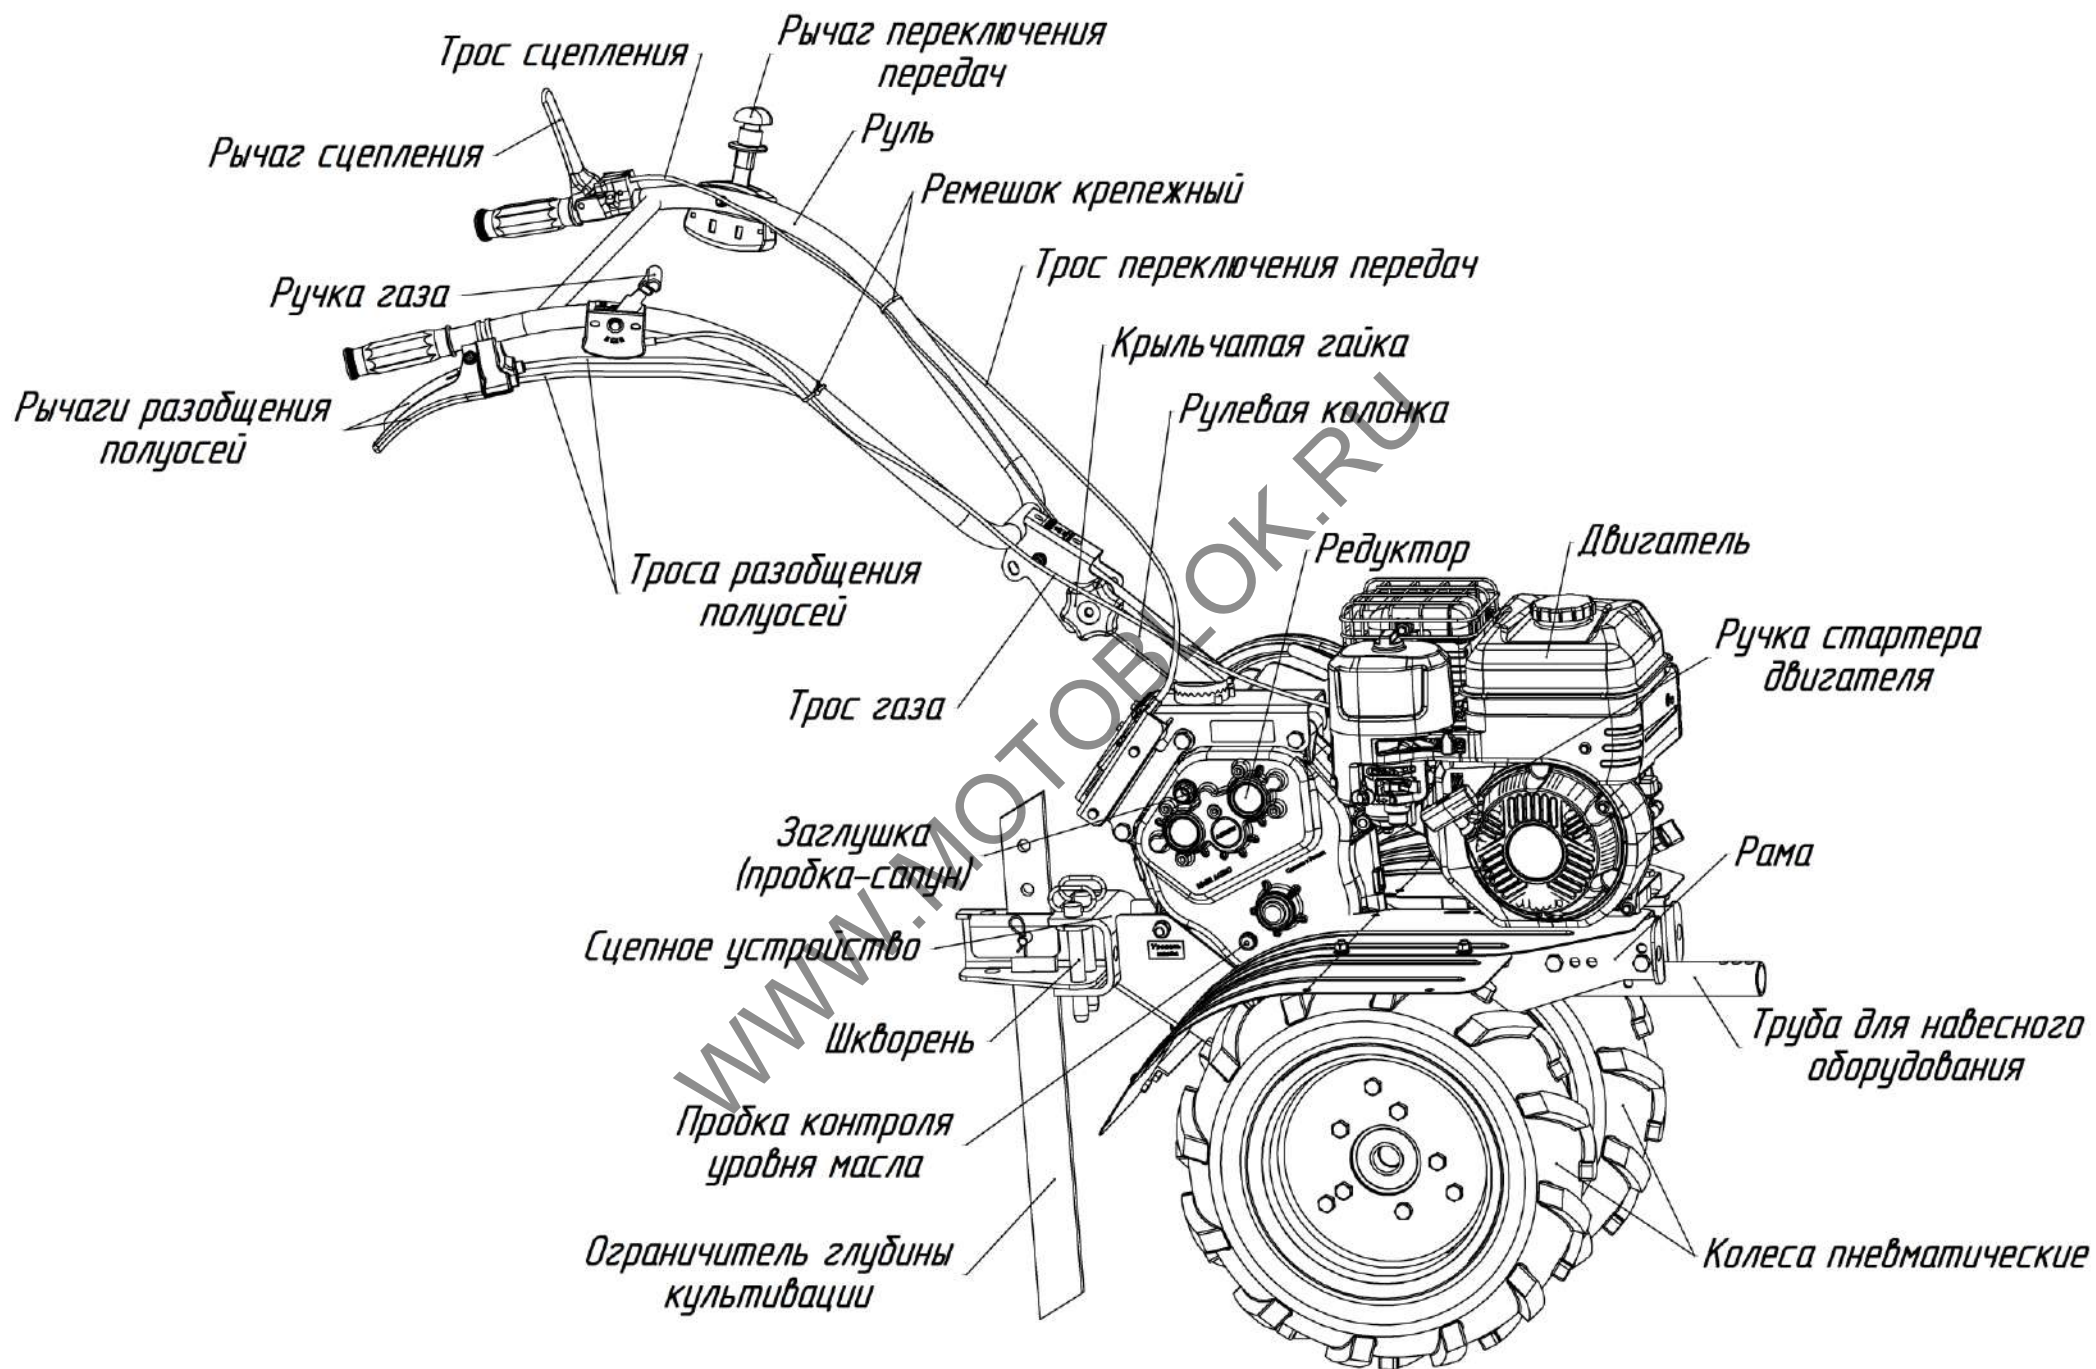

Рис.1 Мотоблок модификаций МБ2. Общий вид (вид справа)
МБ2 МультиАГРО (рис.1, 2,) – это одноосный универсальный силовой агрегат, предназначенный для работы как с устройствами, входящими в штатную комплектацию, так и с различными сменными орудиями, и состоящий из:
**Рычаг переключения передач** (рис.1, 5) расположен на левой рукоятке руля.
**Рычаг сцепления** (рис.1, 6) – расположен на левой рукоятке руля, предназначен для включения/выключения сцепления.
**Рычаги разобщения полуосей** (рис.1, 7) – расположены на правой половине руля, служат для **отключения привода левой и правой полуоси редуктора** (левого и правого колеса). Левый рычаг (черный) отключает левую полуось (левое колесо), правый рычаг (красный) – правую полуось (правое колесо) (рис.7, 13).
**Ручка газа** (рис.1, 9) – расположена на правой рукоятке руля. Перемещение ручки от себя – увеличение оборотов двигателя; на себя – снижение оборотов и остановка двигателя.